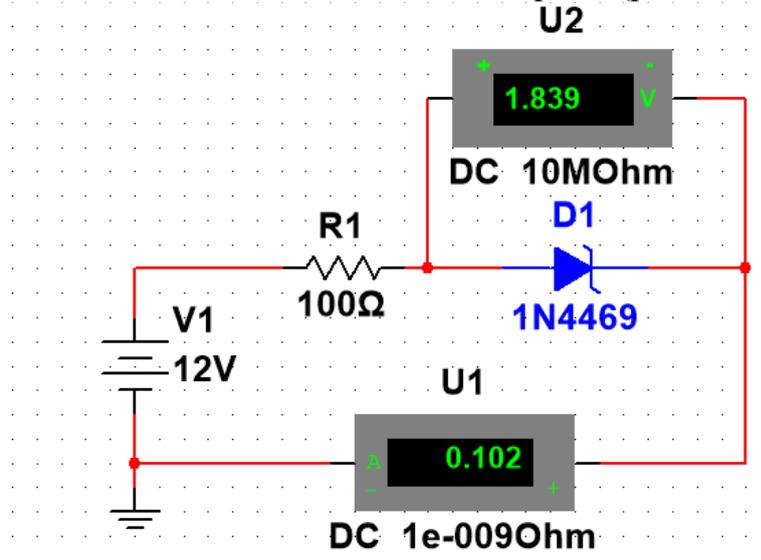

Рис. 4.1 Схема со стабилитроном
Собираем схему для исследования ВАХ стабилитрона (рис. 4.1)
1.1 Собрать схему для исследования ВАХ стабилитрона (рис. 4.1)